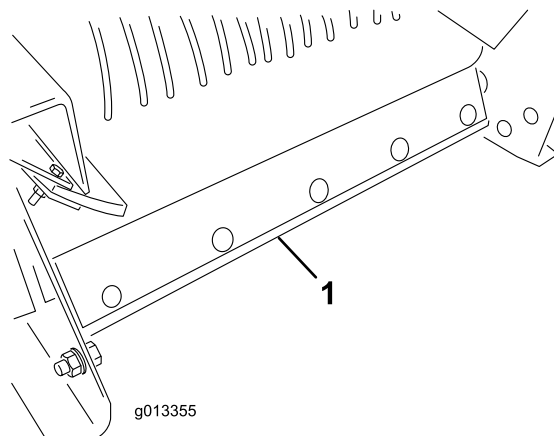

Figure 50
5. Déposez le racleur de nettoyage de la bande à l'arrière du ProPass (Figure 50).